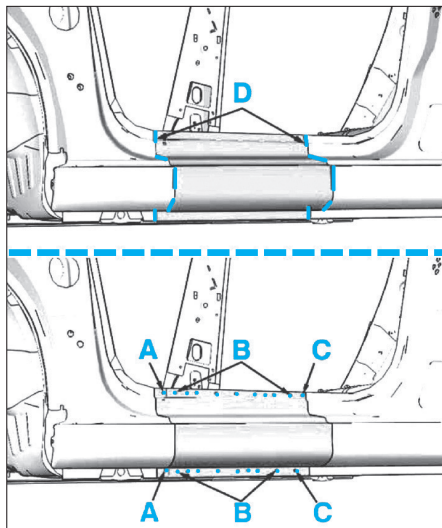

FIG. 25
- Poser et souder la pièce neuve aux endroits indiqués A, B, C et D (Fig.25).